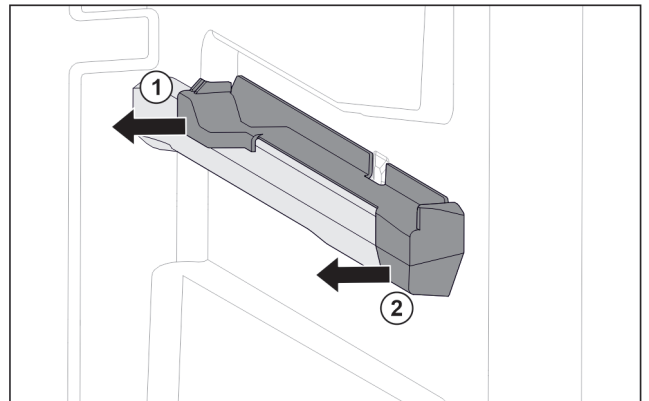

Fig. 68 Element nasadzany na prawym żebrze pojemnika
- ▶ Odciągnąć element nasadzany z tyłu w bok. Fig. 68 (1)
- ▶ Odciągnąć element nasadzany z przodu w bok. Fig. 68 (2)